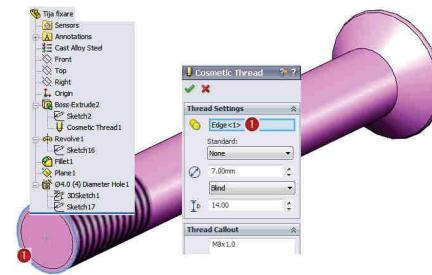

Fig. 2.45
- Selecție muchie circulară ① de diametru  $\phi 8$  la care se va atașa filetul; identificatorul acestaia **Edge <1>** va fi depus în câmpul **Circular Edges** ②, fig. 2.45.
- Specificare diametru minimal 7 în câmpul **Minor diameter** ③.
- Din lista **End Condition** se va selecta opțiunea **Blind** / impunere valoare 14 în câmpul **Depth** ④.
- Select the circular edge ① with a  $\phi 8$  diameter where the thread will be attached; the edge ID **Edge <1>** will be completed in the **Circular Edges** ② field, fig. 2.45.
- Specify a minimal diameter of 7 in the **Minor diameter** ③ field.
- Select **Blind** from **End Condition** list / set 14 value in the **Depth** ④ field.